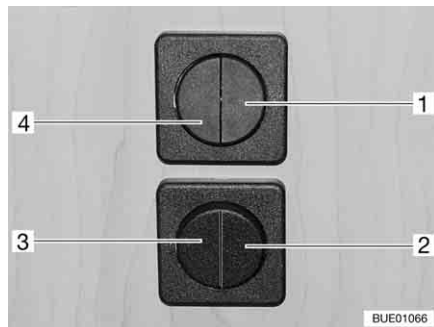

Fig. 60 Interrupteur d'éclairage
- Éclairage dînette (Fig. 60,1)
- Éclairage entrée (Fig. 60,2)
- Éclairage auvent (Fig. 60,3)
- Éclairage espace habitable (Fig. 60,4)